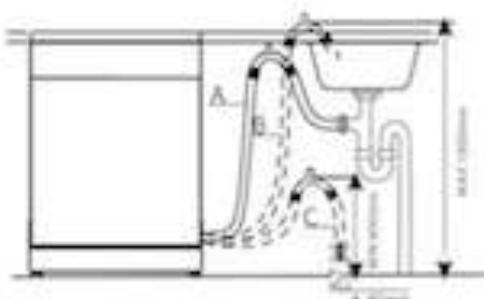

Рис. 6. Подсоединение сливного шланга.
Вставьте отводящий шланг в слив, диаметром не меньше 4 см, проверьте, нет ли перегибов шланга. При необходимости используйте специальный хомут, входящий в комплектацию машины (рис. 6). Свободный конец шланга может находиться на высоте от 40 см до 1 м и не должен погружаться в воду.
4. Подсоедините сливной шланг (см. рис. 6).